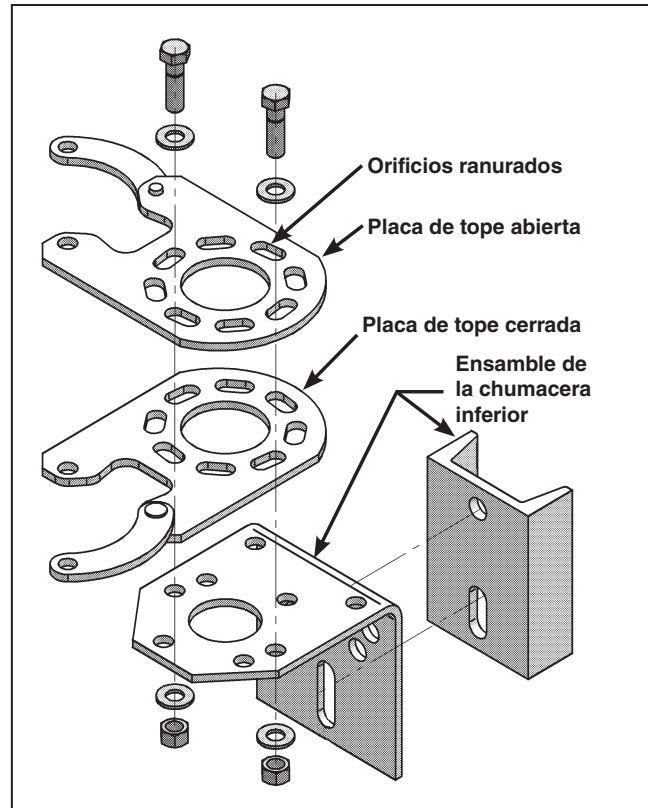

Figura 29. Vista detallada de las placas de tope y el ensamblaje de la chumacera inferior.
**PASO 28.** Los orificios de las placas de tope están ranurados para permitir un espacio para el ajuste. Afloje los tornillos que aseguran las placas de tope ajustables a la placa de apoyo de la chumacera inferior. Vea la Figura 29 en la página 20. Coloque el interruptor en la posición de **Abierto** total y ajuste la placa de tope de la posición abierto de tal forma que la palanca, al ser bajada, embone en la ranura de la posición abierto. Marque la ubicación de la placa de tope para la posición abierto en la placa de apoyo.
- Afloje la tornillería que asegura la placa de tope cerrada. Vea la Figura 29.